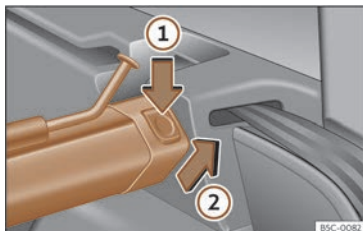

Abb. 192 Im Gepäckraum: Trennwandnetz ausbauen.
- Linke oder rechte Entriegelungstaste >>> (Abb. 192) in Pfeilrichtung ① drücken.
- Gehäuse in Pfeilrichtung >>> (Abb. 192) ② aus der Halterung herausnehmen.
- Gehäuse links und rechts entgegen der Pfeilrichtung >>> (Abb. 192) ② in die Halterungen drücken, bis es einrastet. Die roten Markierungen an den Entriegelungstasten dürfen nicht mehr sichtbar sein.